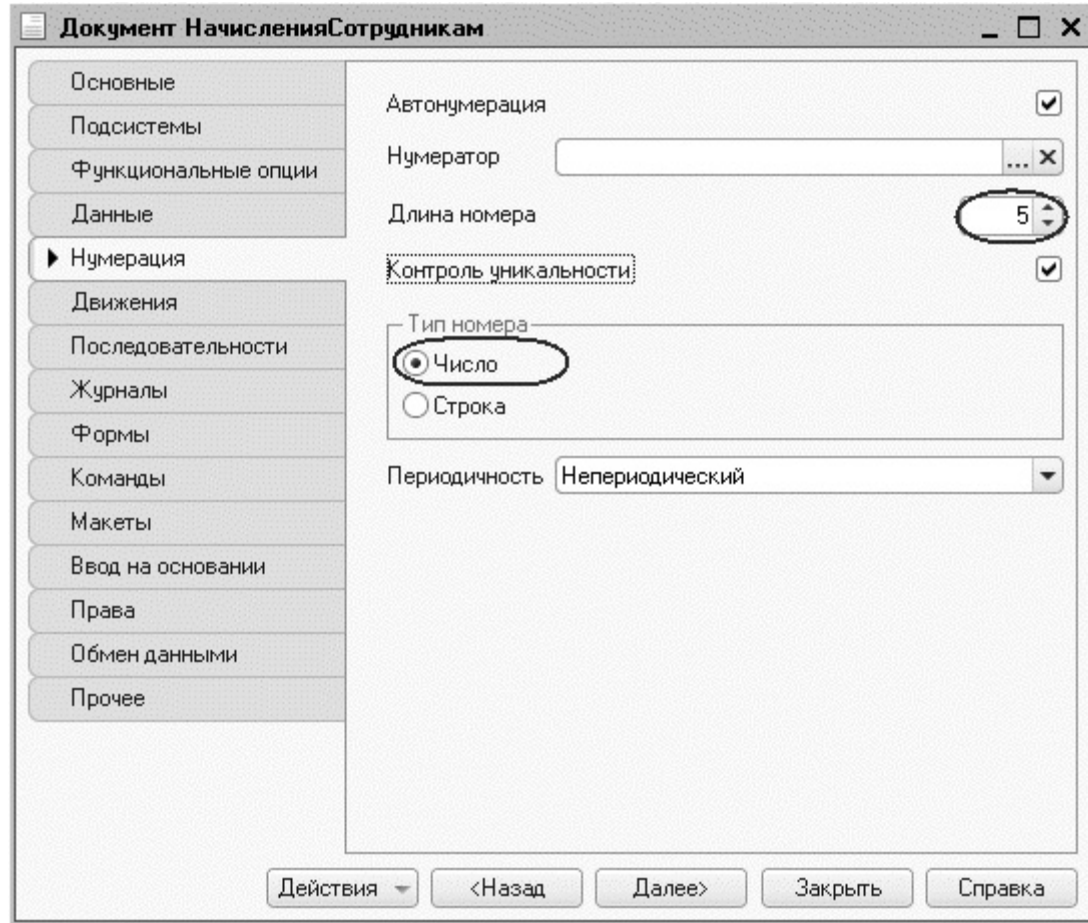

Рис. 18.1. Нумерация документа
- *Длина номера – 5 (рис. 18.1).*